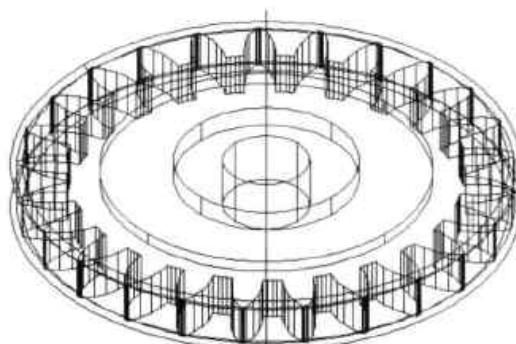

图12-63 旋转拉伸三角形
**Step26** 执行“旋转”命令，将刚绘制好的两个三角形以齿轮中心线为旋转中心，进行旋转拉伸，如图 12-63 所示。